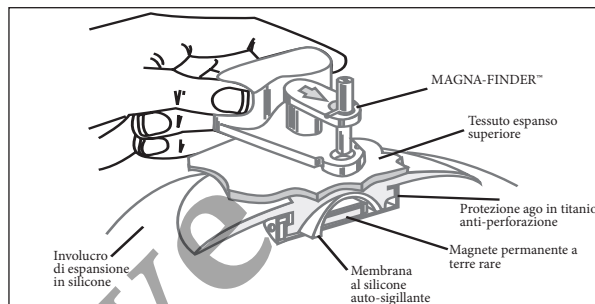

FIGURA 2
- Tutte le unità di iniezione sono autosigillanti con protezione in titanio per l'ago per impedire la perforazione accidentale della base dell'unità stessa (vedere Figura 2).